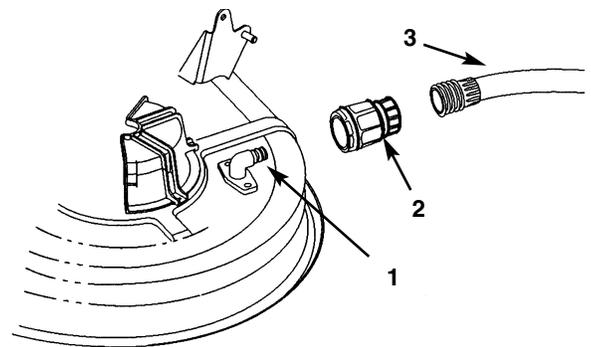

Bild 53
2. Die Kupplung am Ende des Gartenschlauchs anbringen und am Wasseranschluss des Mähers festdrehen. Dann den Hahn voll aufdrehen (Bild 53).